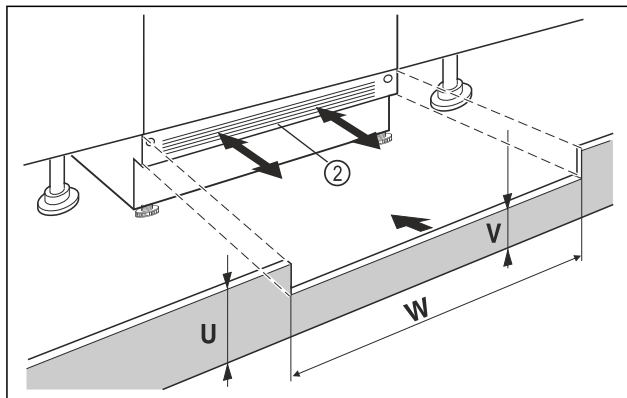

Fig. 88 Reprezentare exemplificatoare
- ▶ Așezați dar nu fixați încă masca postamentului aparatului Fig. 88 (2).
- ▶ Dacă masca postamentului Fig. 88 (2) este vizibilă, trageți-o spre înainte, astfel încât marginea frontală a grilajului de ventilare și masca postamentului mobilierului să formeze un plan.
- ▶ Dacă masca postamentului Fig. 88 (2) este acoperită, glisați-o complet spre înapoi.
- ▶ Acordați atenție fantelor de ventilare complet libere: Dacă este necesar, tăiați corespunzător înălțimea măștii postamentului mobilierului Fig. 88 (U)!
- ▶ Adaptați înălțimea pragului Fig. 88 (V) sub masca postamentului aparatului Fig. 88 (2) de-a lungul lățimii nișei Fig. 88 (W).